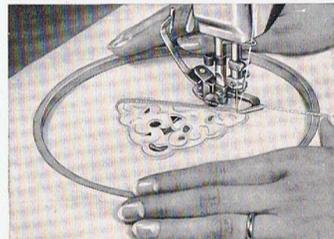

Abb. 65 Das Arbeiten mit der doppelten Schnurführung
**Schnurstickerei** (Abb. 65). Die Spannung ist unten wieder fester zu stellen und die Arbeit in den Stickrahmen einzuspannen. Die Vorzeichnung ist zuerst mit gewöhnlichem Steppstich (Nullstellung des Überstiches) zu umranden. Danach sind, wie in Abb. 65 bei der Stickerei in einer Damenbluse gezeigt, die Figuren nachzusticken und nach Fertigstellung auszuschneiden. Bei der Umrandung stellt man den Überstich auf  $1\frac{1}{2}$ —2 mm und näht mit